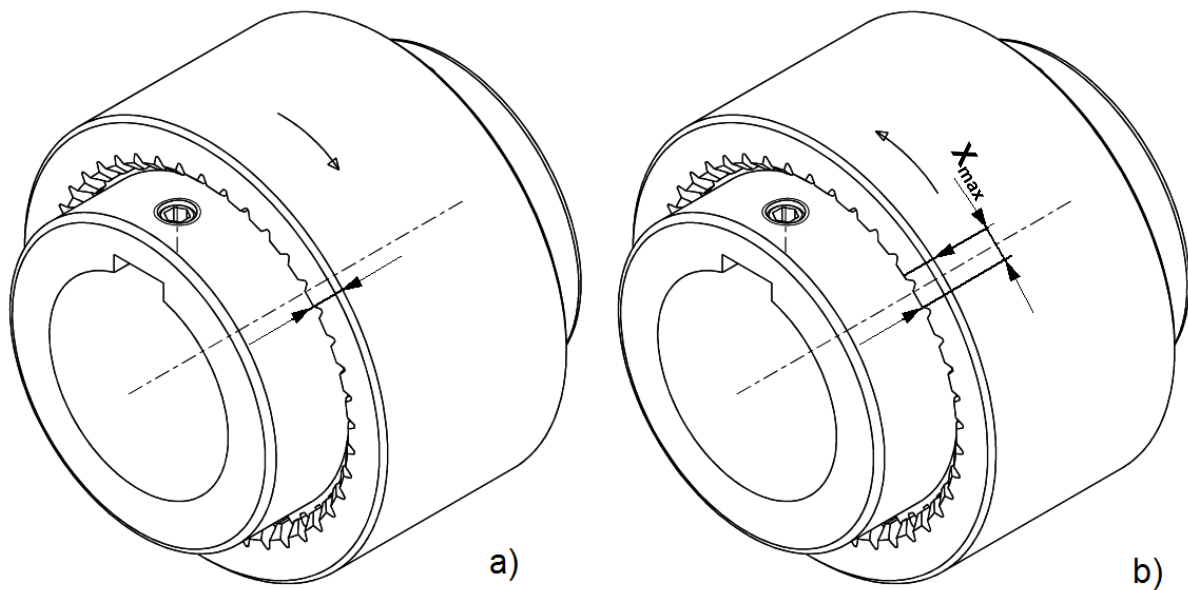

Abbildung 11.1: Überprüfung der Verschleißgrenze
- Markierung an die Nabe Pos. 1 und Hülse Pos. 3, wie in der Abbildung 11.1 (a), setzen
- Abstand X_{\max} (siehe Abbildung 11.1 (b)) zwischen den Markierungen messen und mit Tabelle 11.1 vergleichen